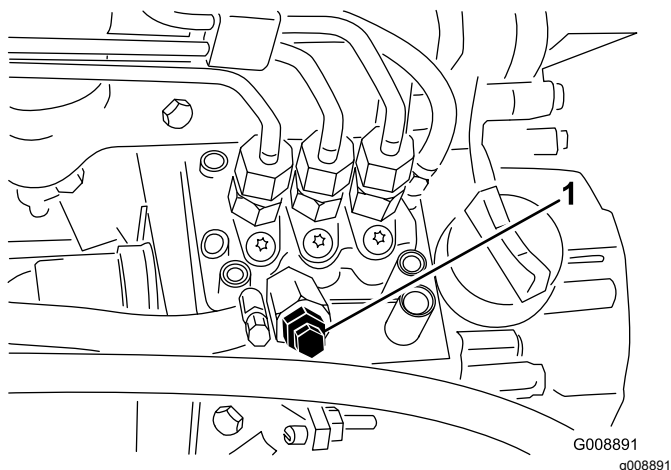

Figura 35
3. Aprite la vite di spurgo dell'aria, situata sulla pompa di iniezione del carburante (Figura 35).